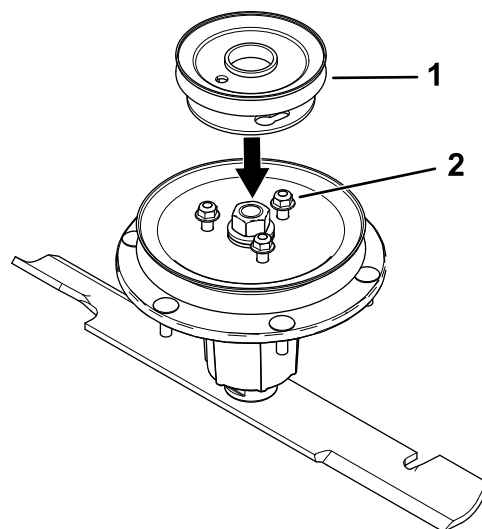

Figura 5
6. Allineate il nuovo gruppo puleggia in modo che le aperture si trovino in corrispondenza dei dadi (Figura 5).